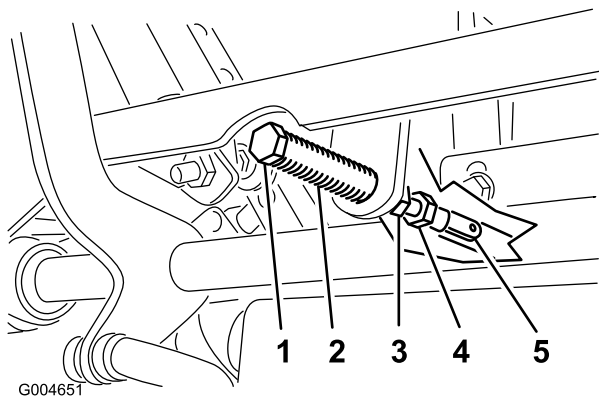

図 63
5. クレビス・ピン(ピボット・シャフトの上のアームについている)がスロットの端部に接触する(スプリングに圧力が掛かり始める位置)まで、レバーを手前に引く(図 63)。
7. 調整が必要な場合は、ジャム・ナットをゆるめて調整ナットをヨーク側に移動できるようにする(図 63)。
8. コントロール・レバーを軽く手前(後退側)に引きながら、調整ボルトを回して、コントロール・レバーがちょうどニュートラル固定位置にくるように調整する(図 63)。
9. ナットとジャム・ナット(図 63)を締め付ける。
9. ボール・ジョイント部でジャム・ナット（図 63）を締めつける。